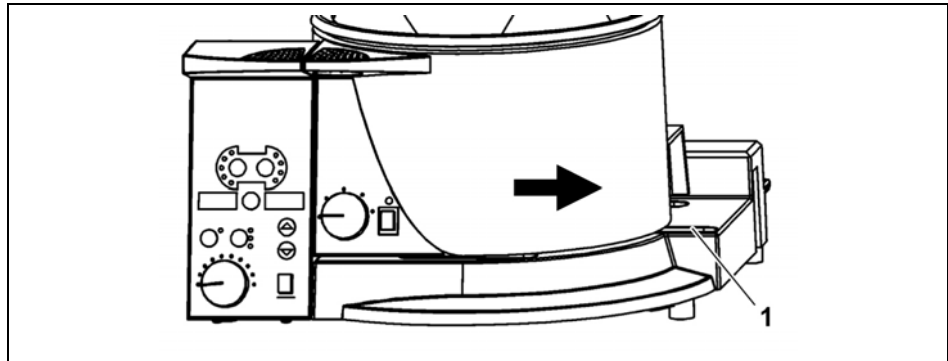

Figura 4-1 Bagno di riscaldamento
- Agendo sulle apposite maniglie, far scorrere il bagno di riscaldamento sulle rotaie e posizionarlo di conseguenza (vedere Figura 4-1, pagina 298).